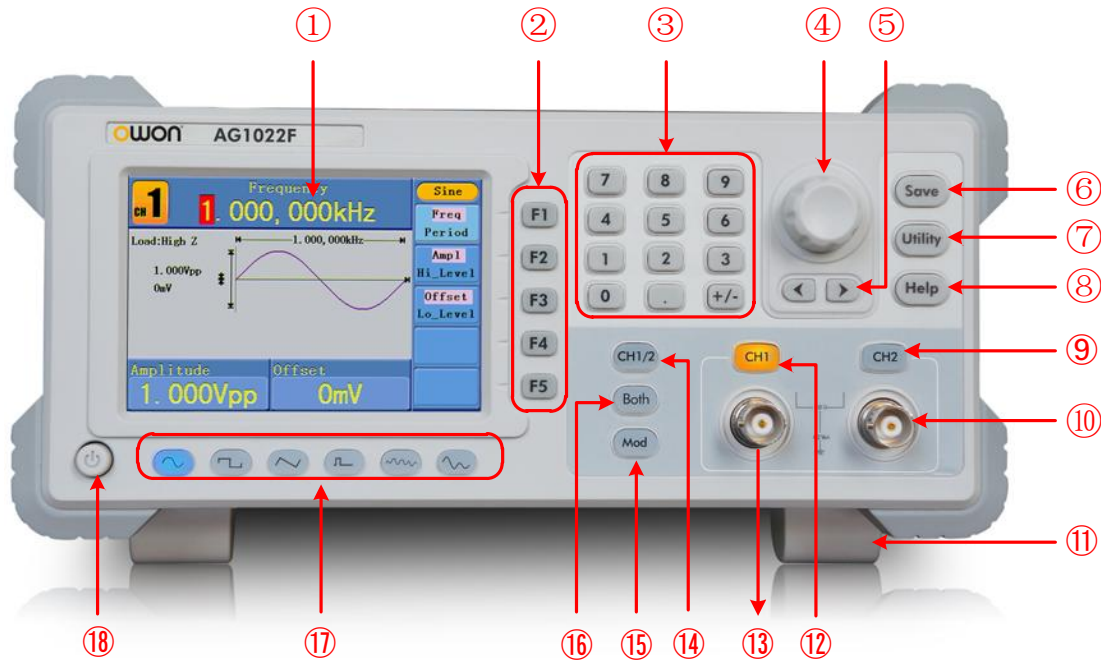

Figure 0-Aperçu panneau avant (prendre AG1022F comme exemple)
Déplier les pieds réglables à l'arrière du générateur, point ⑪ de la *Figure 0-*.